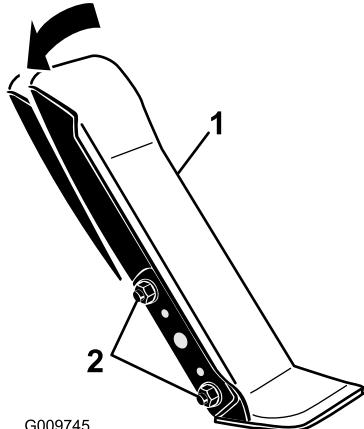

Figura 61
1. Allentare i due dadi e bulloni che fissano il lato sinistro del pedale di trazione alla staffa (Figura 61).
2. Inclinare il pedale nell'angolazione desiderata e stringete i dadi (Figura 61).